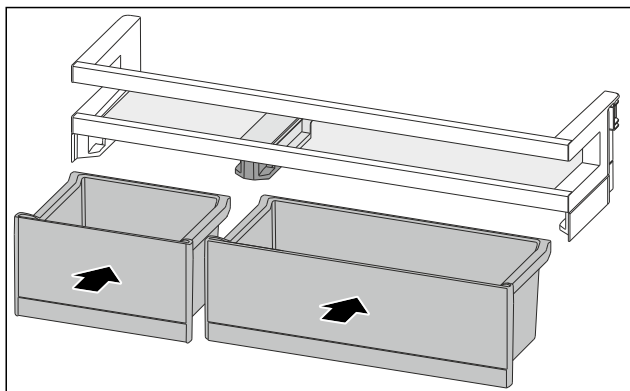

Fig. 151
- Installer les VarioBoxes dans l'agencement inverse. (voir Fig. 151)